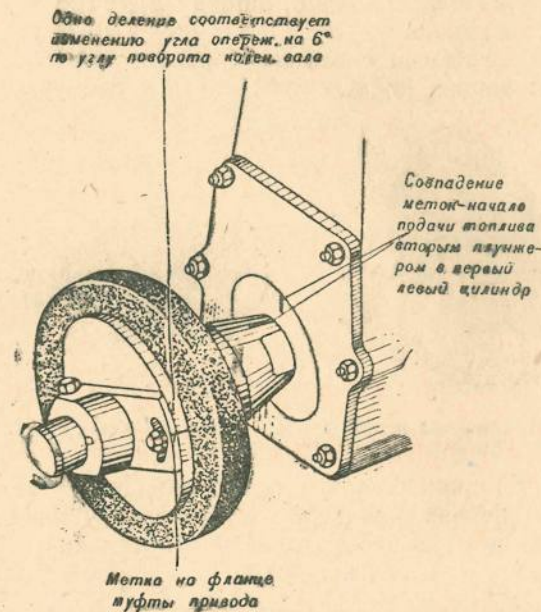

Рис. 81. Установка угла опережения впрыска топлива
2. Отсоединить топливный насос от привода. Для этого расконтрить и отвернуть гайку стяжного болта (рис. 81), крепящего фланец приводной муфты на валике привода к топливному насосу, и вынуть стяжной болт. Сдвинуть фланец привода муфты с кулач-